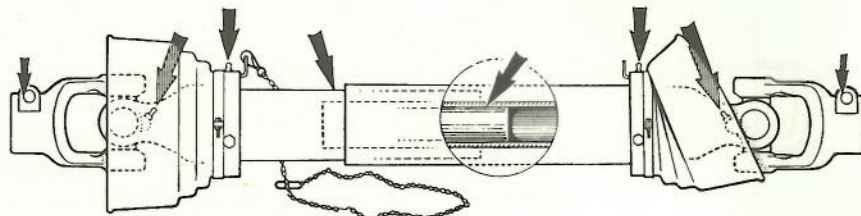

Abb. 16
- d) Tägliches Schmieren der Gelenkwelle bei Dauerbelastung mit Wälzlagerfett (Lithium-Seifenfette) erforderlich. Bei ununterbrochenem Betrieb mindestens wöchentlich einmal durchschmieren. Schmierung solange fortsetzen, bis das Fett an den Gelenkdichtungen austritt (Schmierstellen s. Abb. 16).